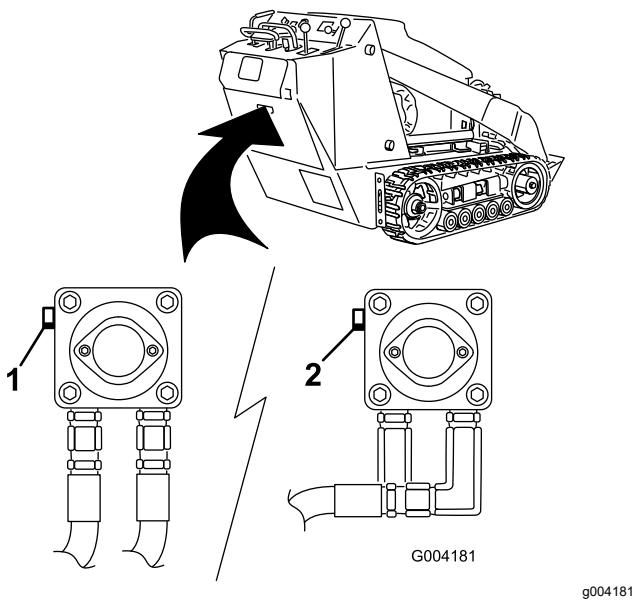

Bild 18
3. Drehen Sie die Schleppventile auf der Hydraulikölzpumpe mit einem Schraubenschlüssel zweimal nach links (Bild 18).